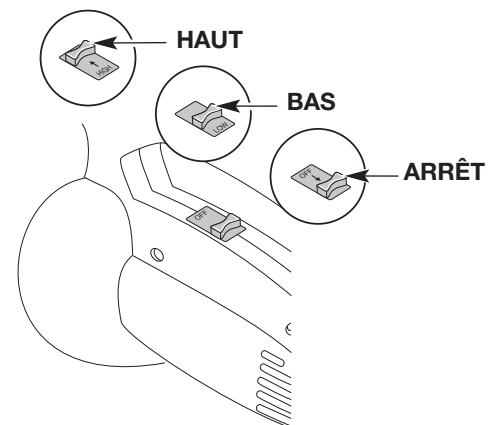

Fig. 11
Cet appareil est équipé d'un interrupteur à trois positions : ARRÊT/BAS/HAUT (Fig. 11).
Une fois que l'appareil est branché, placez-vous en position de fonctionnement (Fig. 12). Mettez l'interrupteur marche/vitesse sur LOW (Faible) ou HIGH (Élevée) pour démarrer l'appareil. Pour arrêter l'appareil, mettez l'interrupteur sur la position OFF (Arrêt) (Fig. 11).
1. Appuyez sur Interrupteur d'alimentation/vitesse et maintenez-la en position **ARRÊT** jusqu'à ce que le moteur s'arrête complètement (Fig. 11).